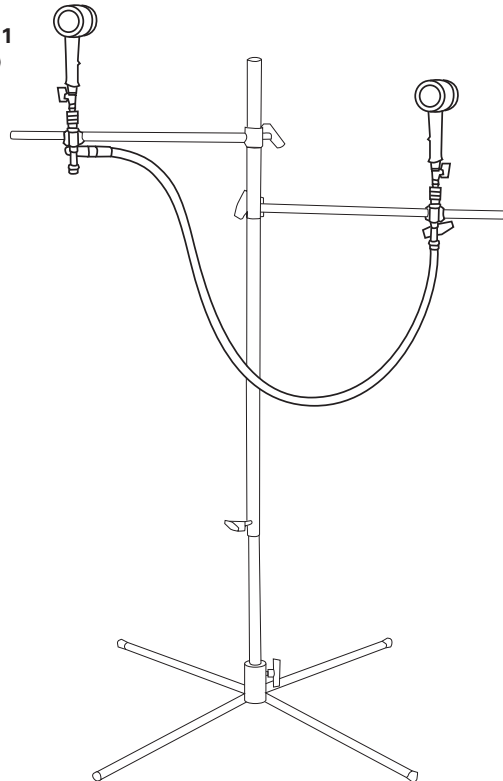

FIGURE 2 (130530)
Séchoir de peinture Aerodry^{MC} 130529 Support pour deux pistolets (figure 1) 130530 Pistolet séchoir (figure 2)
3. Utiliser le clapet à bille du pistolet séchoir pour régler le débit d'air. Voir la figure 2.